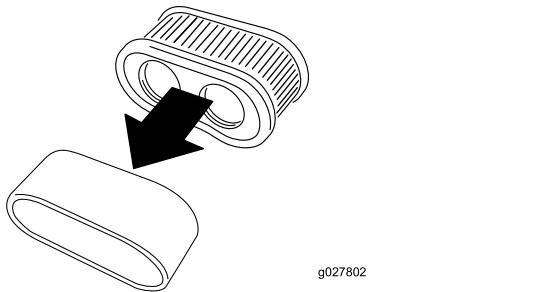

Figura 41
5. Separe el elemento de gomaespuma del elemento de papel (Figura 41).